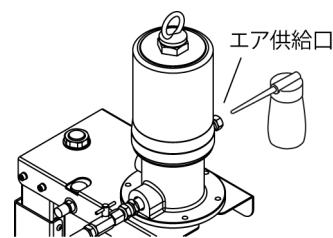

Fig.17
- 2) エア供給口に潤滑油を数滴（約0.5 mL）注入します。（Fig.17）